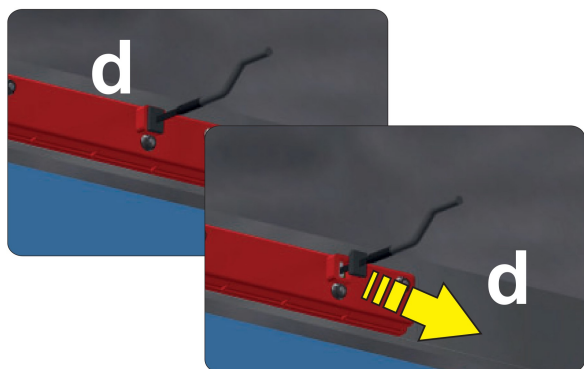

Fig. 13
- Enlever le bouchon en caoutchouc de la boîte de protection interne de l'écran (position **d** - voir **Fig. 13**).